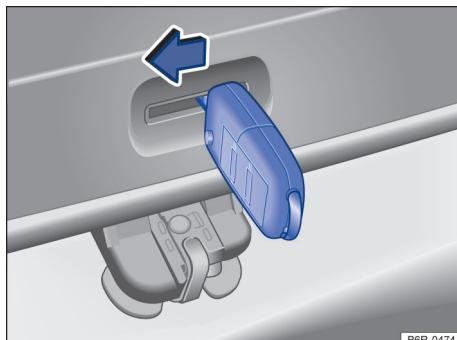

Fig. 56 Do lado de dentro do compartimento de bagagem: destravamento de emergência da tampa traseira.
- Inserir a haste da chave na abertura da tampa traseira → Fig. 56 e pressionar a alavanca de destravamento no sentido da seta, para desatravar a tampa traseira.